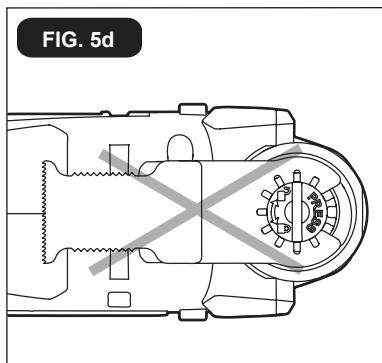

FIG. 5d
**! WARNUNG** Die Klinge sollte niemals so angebracht werden, dass sie nach hinten zeigt, da die Verwendung in dieser Position zu schweren Verletzungen führen kann (ABB. 5d).